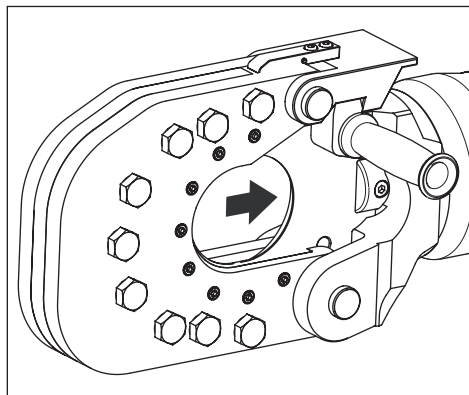

図8: ピストンおよびブレード（ホーム（完全に格納された状態）位置）
材料をカッティングヘッド内に配置する際は、必ずピストンと可動ブレードが完全に格納された「ホーム」位置になるようにしてください。図8を参照してください。
2. ピストンが「ホーム」(完全に格納された状態)位置であることを確認します。図8を参照してください。
1. ポンプを始動します。ピストンを「ホーム」(完全に格納された状態)位置に移動させます。図8を参照してください。